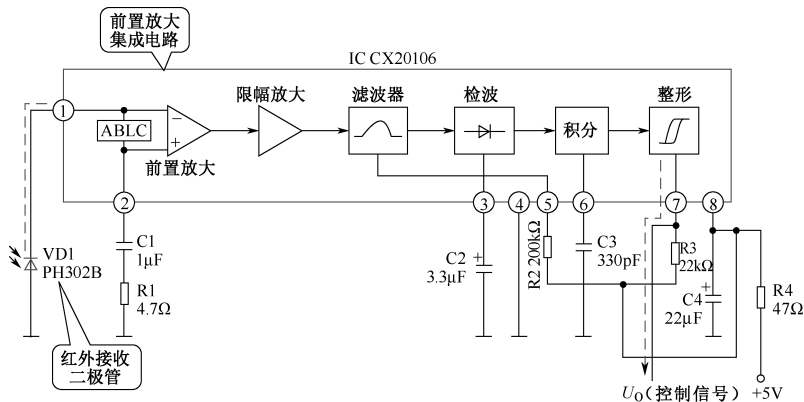

图 7-31 采用前置放大集成电路 (CX 20106) 构成的遥控接收电路
图 7-31 所示为采用前置放大集成电路 (CX 20106) 构成的遥控接收电路。其中红外接收二极管 VD1 为一个 PN 型光电二极管, 当无光照射 VD1 时, 该管反偏而无电流; 当有红外光照射时, VD1 产生光电流, 输入给 CX20106 的 ①脚, 在 CX20106 的内部进行前置放大、限幅放大、滤波、检波及整形等处理后形成控制信号, 由 ④脚输出。在前置放大电路的输入端还设有自动亮度控制电路 ABLC, 可防止输入信号过大而使放大器过载。